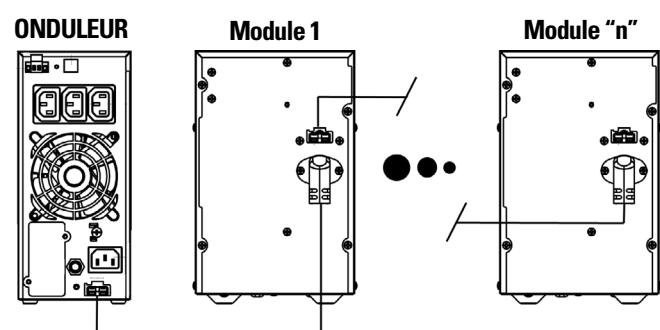

Fig. 11. Connexion entre équipement et «n» module de batteries.
- Pour la connexion de l'équipement avec le module de batteries, employez le câble fourni avec ce dernier et le connecter entre toutes les deux unités à travers des connecteurs. Lorsqu'on fourni plus d'un module de batteries pour un seul équipement, la connexion entre des modules sera réalisée au moyen d'un câble fourni avec le deuxième module de batteries. Dans la Fig. 11 on représente comme exemple la connexion d'un SLC-TWIN PRO2 B1 avec «N» modules de batteries. Sauf par la propre vue postérieure du modèle, cela est applicable à toute la gamme indiquée dans ce manuel. Reliez les modules disponibles selon chaque cas.